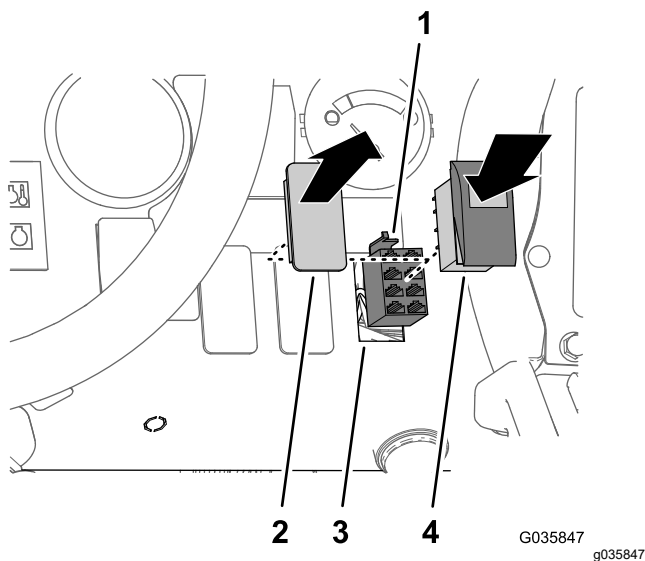

Figure 35
1. Retirez le cache à l'emplacement de l'interrupteur sur la planche de bord, comme montré à la Figure 35.
2. Branchez le connecteur à 8 douilles du faisceau du kit de finition pour rampes soniques étiqueté SONIC MODE MANUAL VS. AUTO sur l'interrupteur à bascule (Figure 35).
3. Insérez l'interrupteur à bascule dans l'ouverture de la planche de bord jusqu'à ce qu'il s'enclenche solidement en place (Figure 35).